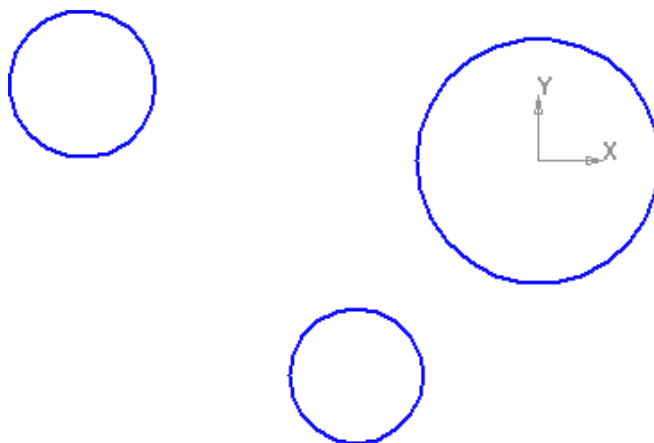

Рисунок 7.
- Таким же образом постройте нижнюю окружность. Координаты ее центра по оси X  $-60$  мм, по оси Y  $-70$  мм, а радиус  $22$  мм (рис. 7).